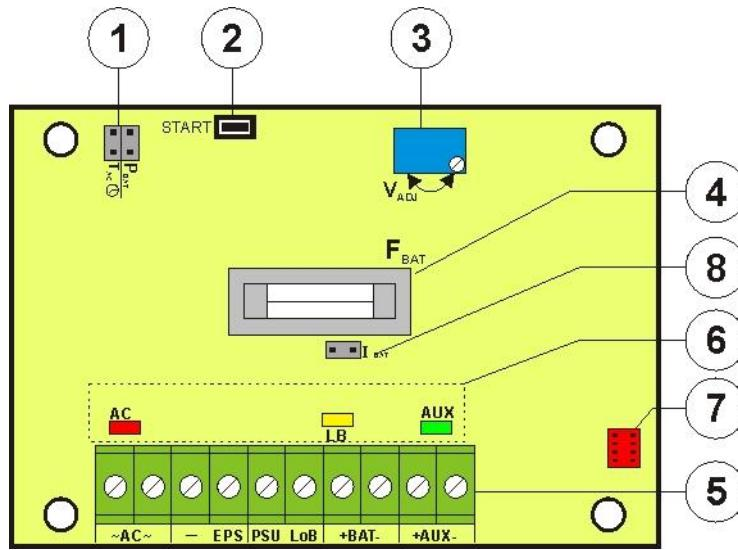

Abb. 2. Ansicht PCB-Platte des Netzteils.
1.3 Beschreibung der Elemente und Verbindungen des Netzteils (Tab. 1, Abb. 2).
Tabelle 1. Elemente der PCB-Platte des Netzteils (siehe Abb. 2)
2	Platte des Netzteils (siehe Tab. 1, Abb. 2)